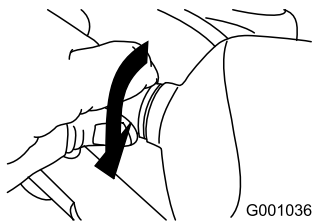

Figure 58
5. Tournez l'embase de l'ampoule dans le sens horaire jusqu'à ce qu'elle soit bien vissée (Figure 58).